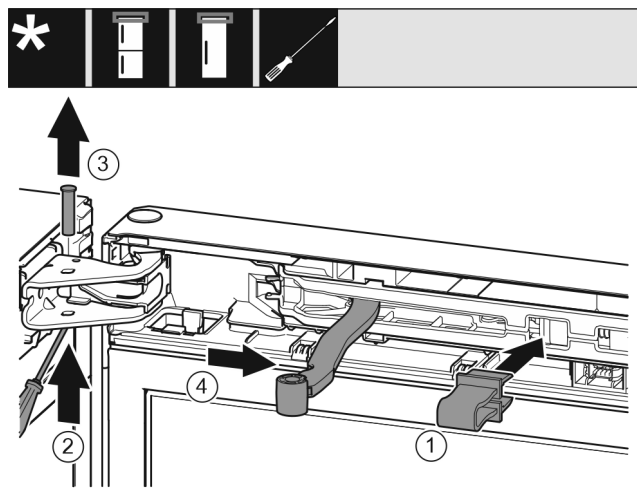

Fig. 6
- ▶ Zabezpieczenie zazębić w otworze. Fig. 6 (1)
- ▶ Sworznie wysunąć przy pomocy śrubokręta. Fig. 6 (2)
- ▶ Sworznie wyjąć w górę. Fig. 6 (3)
- ▶ Przegub obrócić w kierunku drzwi. Fig. 6 (4)